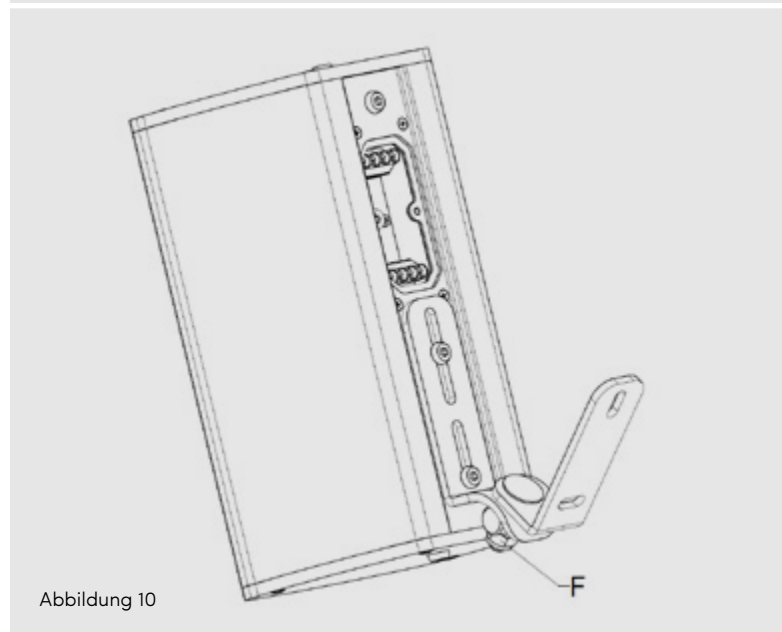

Abbildung 10
4. Ziehen Sie die M8-Mutter (F) so weit an, dass Sie den Lautsprecher noch drehen und neigen können. Stellen Sie den gewünschten Dreh- und Neigungswinkel ein. SIEHE ABBILDUNG 10.
5. Sind Neigung und Drehung zufriedenstellend, ziehen Sie die M8-Mutter (F) auf ein Drehmoment von 18 Nm an.